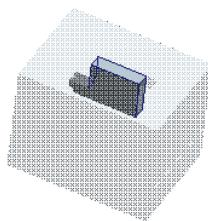
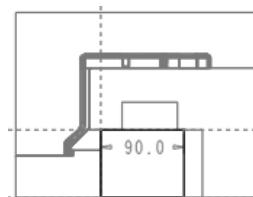

图 26.26 实体拉伸特征
图 26.27 截面草图
Step2. 创建图 26.26 所示的实体拉伸特征。
(1) 单击 **模具** 功能选项卡 **形状** ▾ 区域中的 按钮，此时系统弹出“拉伸”操控板。
(2) 定义草绘截面放置属性。在绘图区中右击，选择快捷菜单中的 **定义内部草绘...** 命令。系统弹出“草绘”对话框，然后选择 MOLD_FRONT 基准平面作为草绘平面，草绘平面的参考平面为 MOLD_RIGHT 基准平面，方位为 **右**，单击 **草绘** 按钮，系统进入截面草绘环境。
(3) 进入截面草绘环境后，选取图 26.27 所示的边线为草绘参考，绘制图 26.27 所示的截面草图；完成截面草图的绘制后，单击“草绘”操控板中的“确定”按钮 。
(4) 选取深度类型并输入深度值。在操控板中选取深度类型 ，再在深度文本框中输入深度值 25.0，并按 Enter 键。
(5) 在“拉伸”操控板中单击 \checkmark 按钮，完成特征的创建。